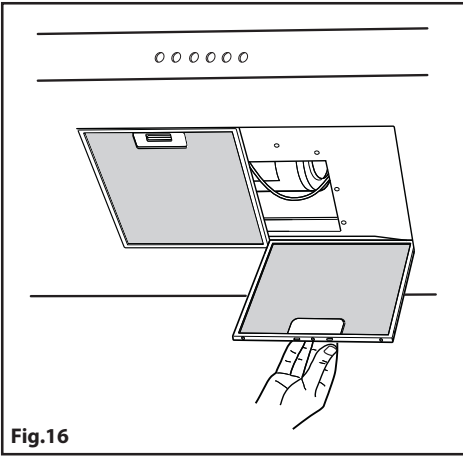

Fig.16
En vue d'une manœuvrabilité de l'appareil plus facile, avant d'exécuter les opérations de montage, déconnecter le filtre/les filtres anti-graisse (**Fig.16**).
- Si votre appareil est doté d'un conduit de fumées inférieur qui doit être fixé au corps de la hotte avec les vis, enlever les filtres anti-graisse de la hotte en intervenant sur les manilles correspondantes (**Fig.16**).